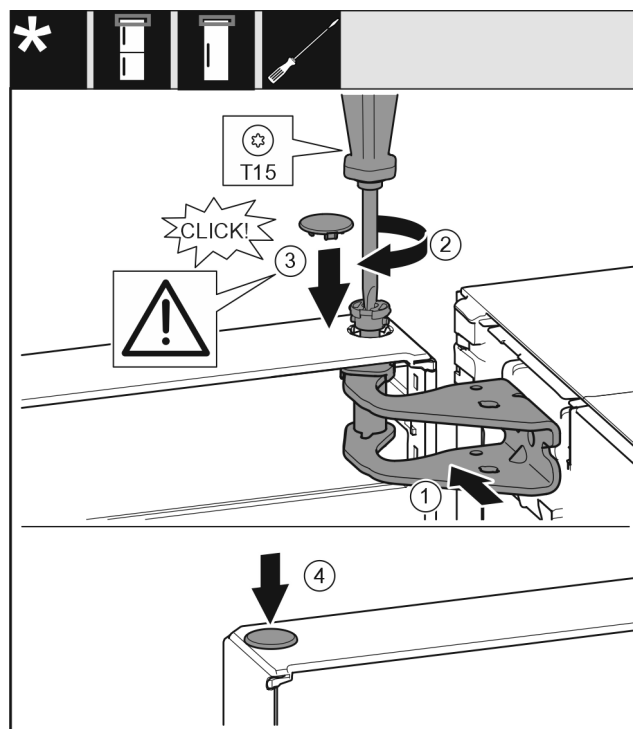

Fig. 23
- ▶ Orienter la porte en haut pour l'ouverture dans le support de palier. Fig. 23 (1)
- ▶ Insérer l'axe Fig. 23 (2) et le serrer avec un tournevis.
- ▶ Monter le cache de fixation Fig. 23 (3) pour sécuriser la porte : mettre le cache de fixation en place et vérifier qu'il repose bien sur la porte. Sinon, insérer complètement l'axe.
- ▶ Mettre le cache Fig. 23 (4) en place.